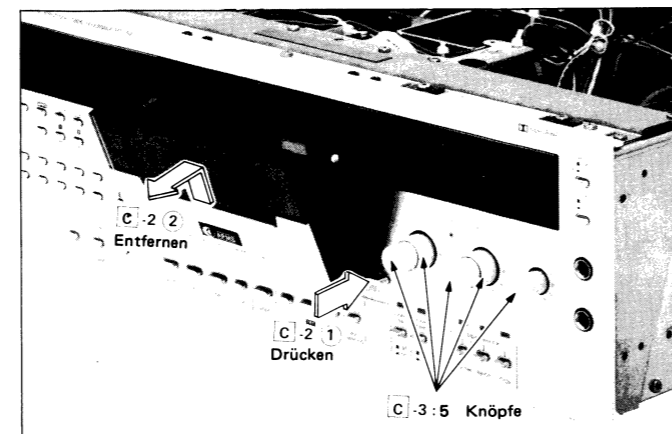

Abbildung 5-3
2. Die Kassettenauswurf-taste (EJECT) drücken und die Kassettenfachtür entfernen. (Siehe Abb. 5-3)
3. Die fünf Knöpfe (mic/line/output) durch Abziehen entfernen. (Siehe Abb. 5-3)